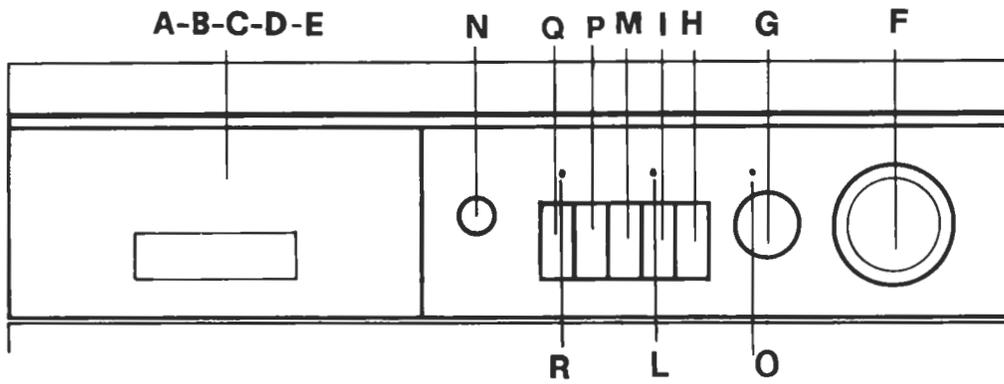
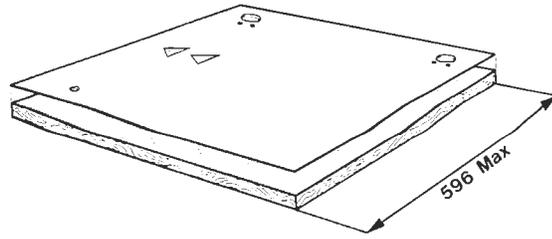
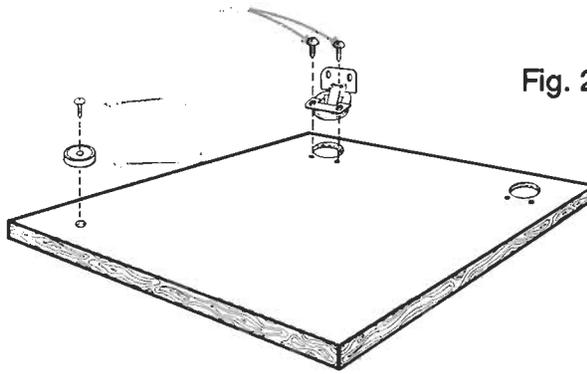

Fig. 1
Fig. 2
Fig. 3
- 1) Forare la porta utilizzando la dima in cartone come indicato in fig. 1 per applicare le cerniere e la calamita di chiusura, in posizione dx o sx secondo vs. esigenza. La posizione delle cerniere riferite al bordo superiore può essere variata entro i limiti di fig. 1.
- 2) Applicare le cerniere mediante le 4 viti (A)
Applicare la calamita (B) mediante vite (C) (fig. 2).
- 3) Montare sulla lavatrice in posizione dx o sx secondo le vs. esigenze la piastrina (D) interponendo le guarnizioni in gomma (E) ed avvitando la vite (G).
Montare a scatto il tappo (H) nella posizione inferiore (fig. 3).